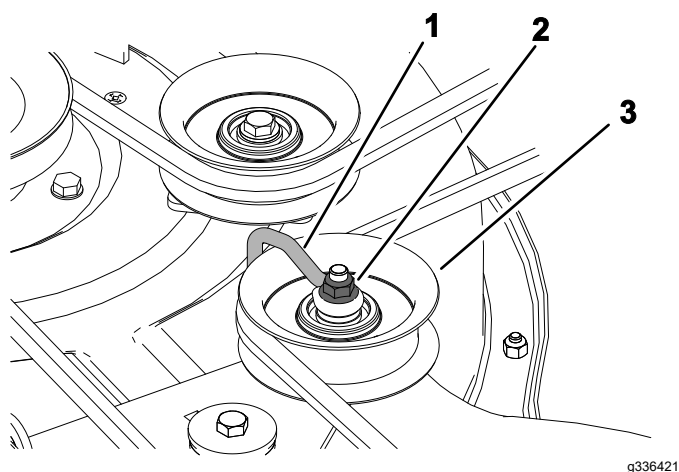

Figura 55
2. Parafuso (3)
6. Desaperte a porca que fixa a forma de arame à polia intermédia (Figura 55).
- Nota:** Posicione a forma de arame contra o braço intermédio como se mostra na Figura 55.